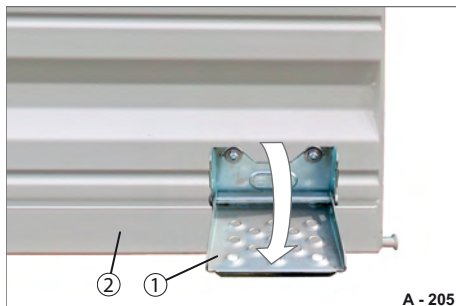

Abb. 216 Klaptritt, aufgeklappt
- ▶ Entriegeln und klappen Sie die Heck-Bordwand (Abb. 216/2) herunter.
- ▶ Ziehen Sie die Trittstufe (Abb. 216/1) nach oben und klappen Sie diese herunter.